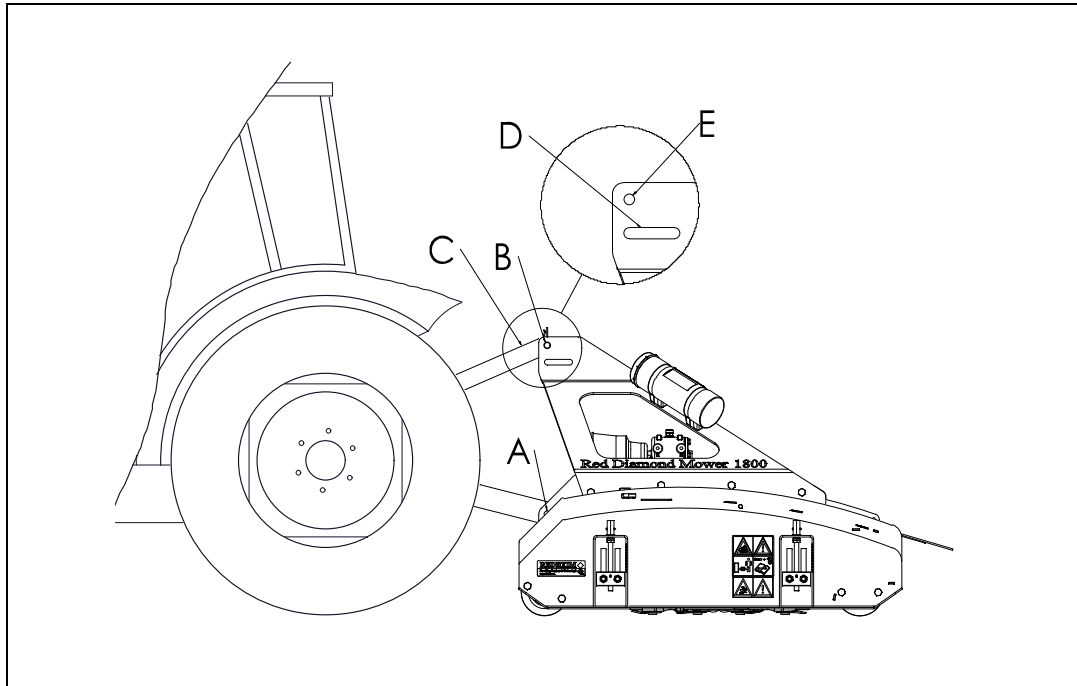

Fig. 9
De methode is als volgt: (zie Fig 9.)
Zorg ervoor dat de bovenste topstang aangekoppeld en op spanning gezet is in de transportstand (stand E)! Zie hoofdstuk 4.0 fig. 9
5. Indien gewenst kan de topstang geplaatst worden in de terreinvolgende stand in sleufgat D (Zie hoofdstuk 4.0 fig.9)